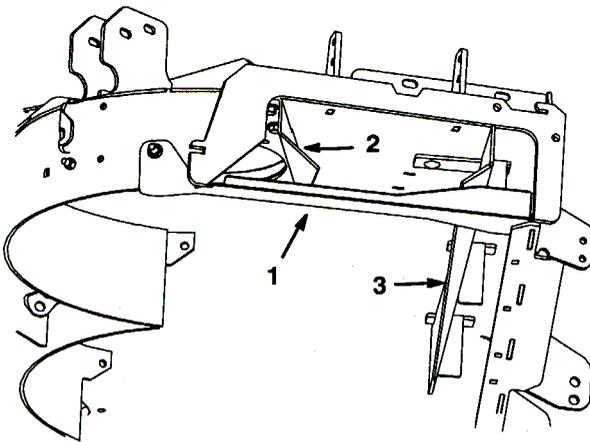
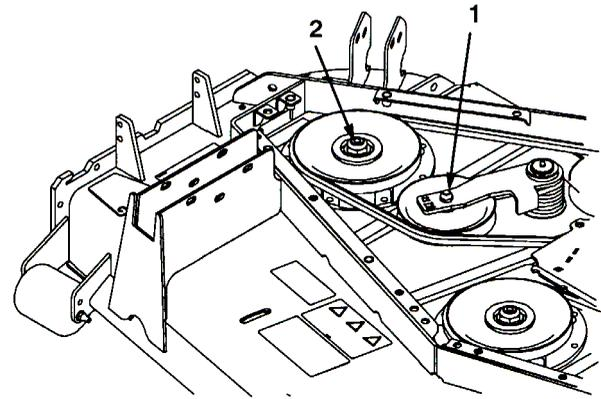

図7
図8
10. ラチェット (1/2") やトルク・レンチなどの工具を使って、アイドラ・プーリ (図8) をベルトから引き離してベルトの張りをなくし、ベルトを右スピンドル・プーリから外す。
11. 右スピンドル・プーリをスピンドルに固定しているナット (図8) を取り外す。プーリとワッシャを取り外す。
14. ラチェット (1/2") やトルク・レンチなどの工具を使って、アイドラ・プーリ (図7) をベルトから引き離してベルトの張りをなくし、ベルトを、ダブル・プーリの大きい方へ掛ける (図8)。